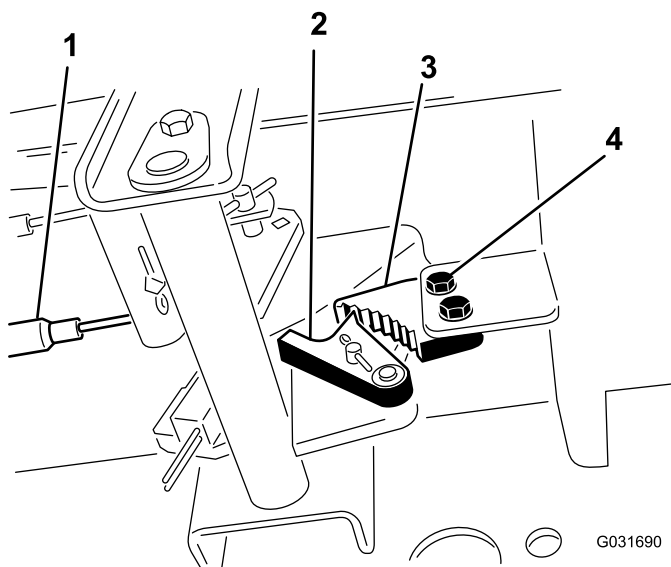

Рисунок 55
1. Ослабьте два винта крепления защелки стояночного тормоза к раме (Рисунок 55).
2. Нажимайте педаль тормоза вперед до тех пор, пока фиксирующий элемент тормоза не войдет полностью в зацепление с защелкой тормоза (Рисунок 55).